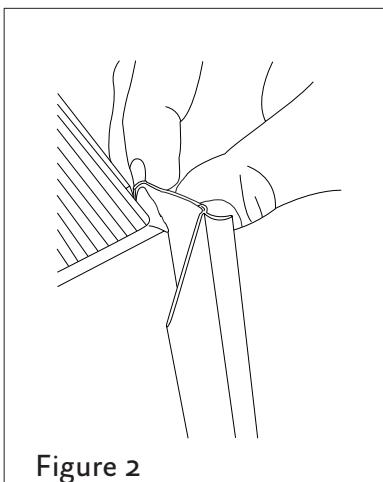

Figure 2
2. Fixer le joint sur le lave-vaisselle en l'insérant dans le siège prévu à cet effet sur les côtés de la façade (voir Figure 2).